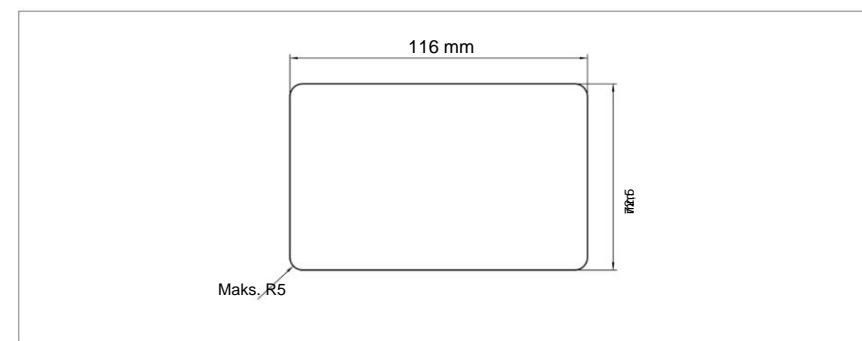

Fig. 7: Nødvendig dimension af vægåbningen
2. Opret vægåbningen i henhold til målene i Fig. 7.